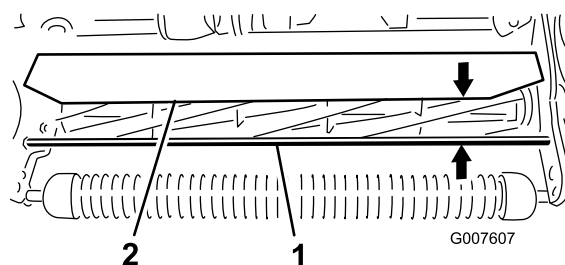

Figura 45
- Misurate la distanza tra la parte superiore dell'asta di supporto anteriore e il bordo anteriore del deflettore su ogni estremità dell'apparato di taglio (Figura 45).